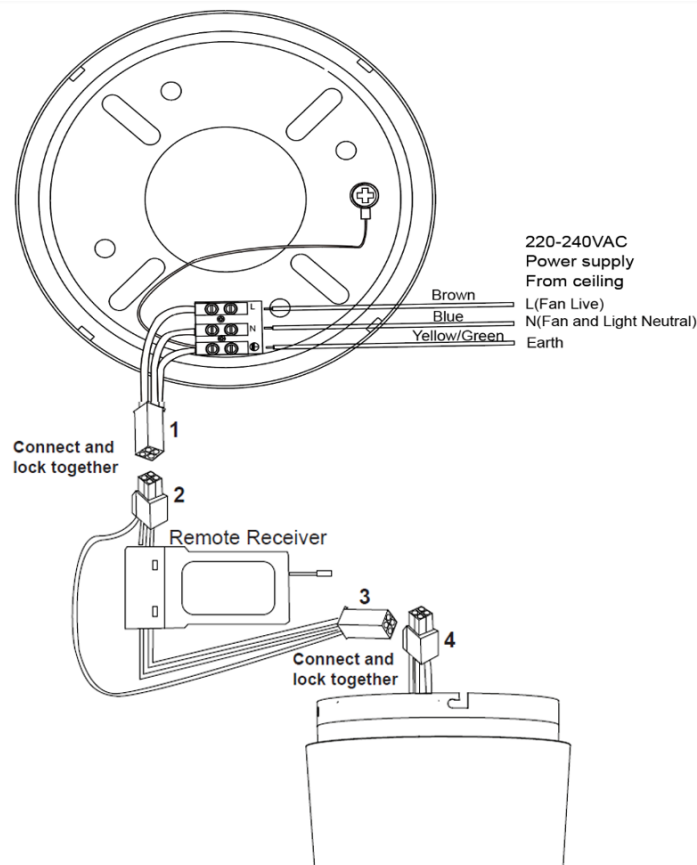

Fig. 5
MODÈLES AVEC TÉLÉCOMMANDE SCHÉMA DE CÂBLAGE (Fig.5) :
- Raccordez les fils L, N et la terre au bornier du support de montage, comme indiqué dans le diagramme de la Fig. 5.
- Branchez les connecteurs rapides du support de montage (1) et du récepteur à distance (2) et assurez-vous qu'ils se verrouillent.
- Branchez les connecteurs rapides du récepteur à distance (3) et du ventilateur (4) et assurez-vous qu'ils se verrouillent.